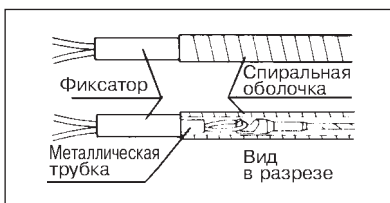

Рис. 12.
(6) Убедитесь, что металлическая трубка петли свободно входит в отверстие на дистальном конце спиральной (проволочной) оболочки (см. рис. 12).